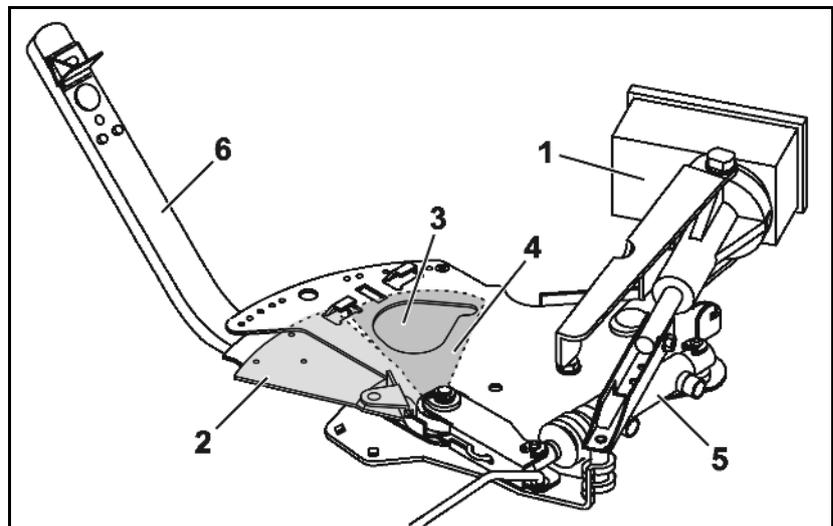

図 22
ここでサーボモーター (図 22/1) で操作するドーピングスライダー (図 22/2) により様々な開口幅で排出口 (図 22/3) が開きます。
- 設定レバー (図 22/6) を**手動操作**し、排出口 (図 22/4) の開口幅を様々な設定することにより行います。このために必要な各シャッター位置は、**散布表の指定に基づくか、計算用ディスク**を用いて検出します。
シャッター (図 22/4) は排出口を開閉し、装備によっては以下で個別に油圧制御できます (図 22/5)。